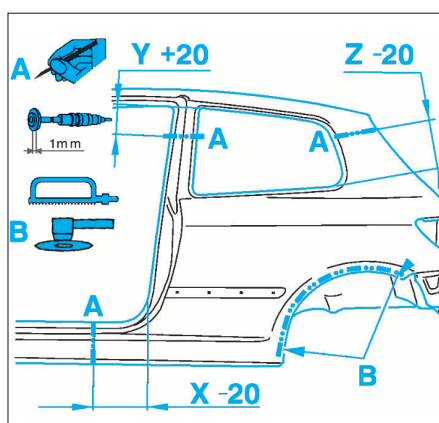

FIG. 118
- Tracer, découper et dépointer selon (Fig.118 à 121).